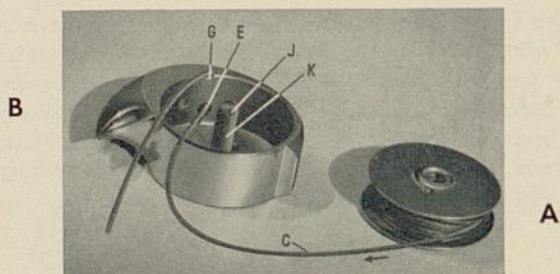
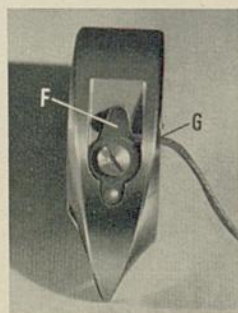
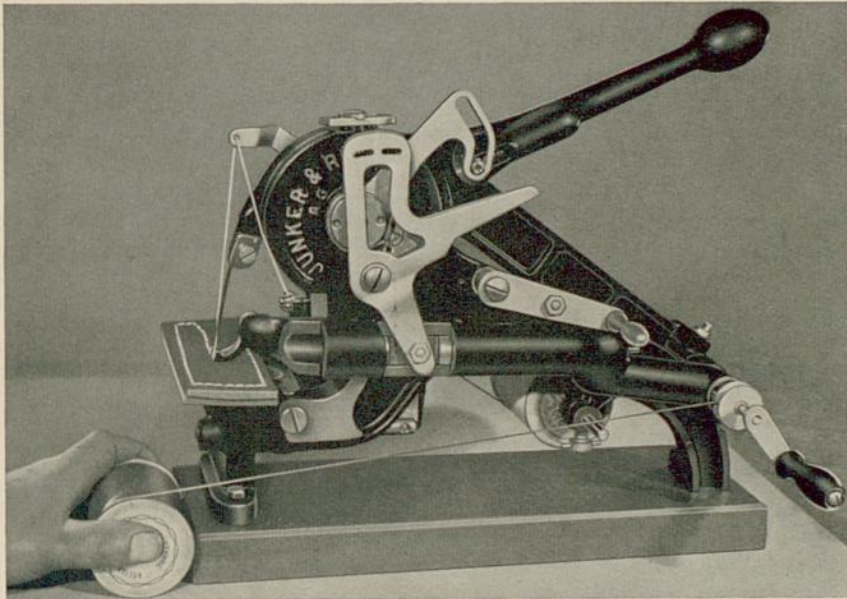

Bild 6
Bild 8
Bild 9
Das Spulchen A (Bild 6), das auf dem mitgelieferten Handspulker (Bild 9) aufgespult werden kann, wird, wie in Bild 6 gezeigt, in das Schiffchen B eingeführt. Dabei ist genau auf den Gang des Fadenweges zu achten. Vor
dem Einlegen der Spule A wird der Faden C durch das Loch E von innen nach außen durchgeführt, unter die Feder F (Bild 8) geklemmt, durch das Loch G wieder herausgezogen. Nun wird die Spule A eingelegt und der Faden durch das Loch J des Führungsbolzens K gezogen (Bild 6). Dabei ist zu beachten, daß sich der Faden in der angegebenen Pfeilrichtung abwickeln muß, d. h. **die Spule muß beim Abrollen gegen die Spitze des Schiffchens laufen.** Darauf wird der Faden angezogen und die Spannung nachkontrolliert.
2. Man spanne evtl. auch den Unterfaden mit Feder F (Bild 8).